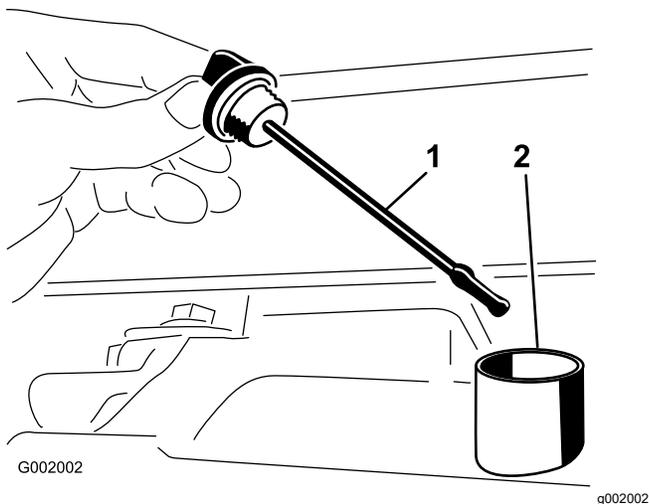

図 55
2. トランスアクスルのディップスティックを抜きウェスで一度きれいに拭く 図 55。